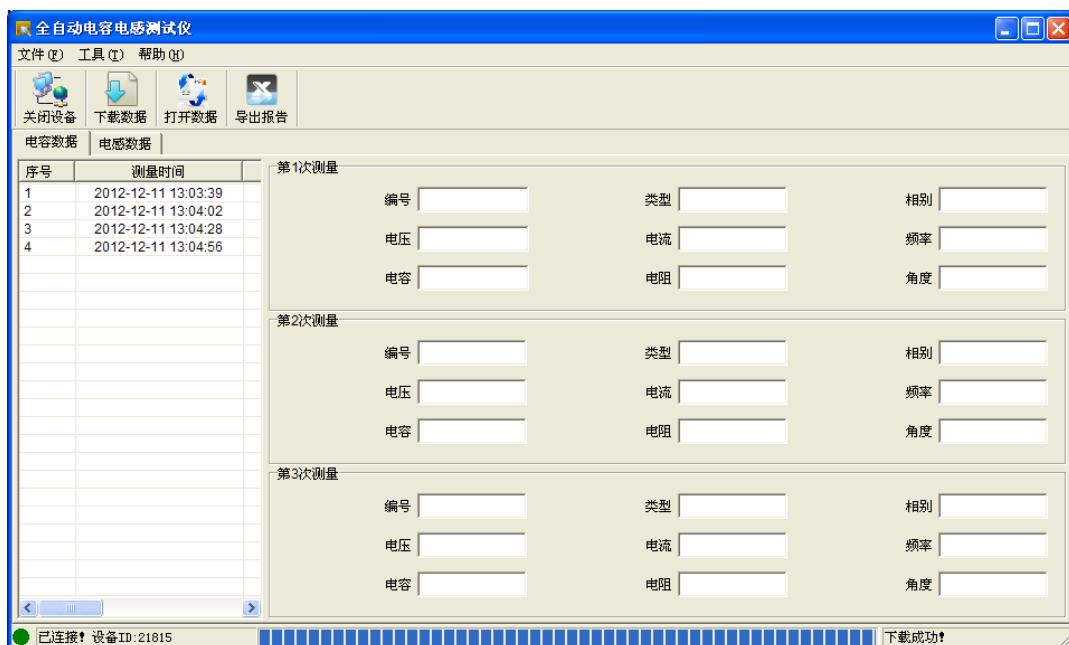

图 4.8 下载数据
点击“确定”按钮，列表显示所下载的电容和电感数据，如图 4.8 所示。
5. 导出报告：在图 4.8 中，选择一行电容数据或电感数据点击“导出报告”生成测试报告文档。电容数据文件名以 CDATA 开头，如图 4.12 所示。